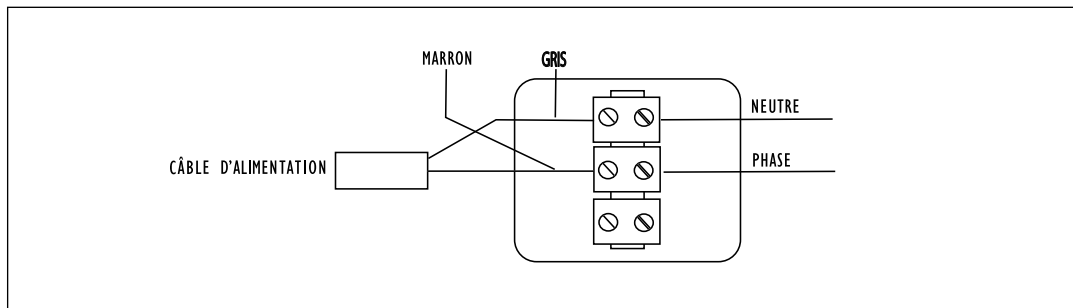

Fig. 8
- Le câble doit être raccordé au réseau par le biais d'un boîtier de jonction sans prise électrique (fig. 8). Le boîtier de jonction doit se trouver au moins à 25 cm du sol.